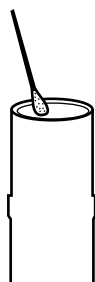

Abbildung 2
2. Befeuchten Sie ein Wattestäbchen mit 70 %igem Äthanol, und reinigen Sie die Außenfläche und die Innenfläche der Filterposition im Spitzenkegel (siehe Abb. 2).